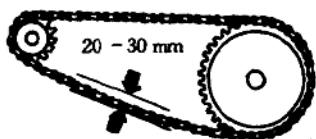

图 1-5 检查链条松紧度
(9) 检查怠速。尽管各种车型都有本身怠速的规定值,但到了用户手里,一般没有条件去测量怠速究竟有多大,只能凭直观感觉和行驶经验。从直觉上看,发动机旋转听起来低沉悦耳,起步时不会熄火,属正常。若怠速太低,虽然听着顺耳,但起步容易熄火;而怠速太高,噪声就大,起步虽然不会熄火,但容易窜出去。如果仪表盘上有发动机转速表,可以直接测出发动机的最低稳定转速。
(10) 检查链条。这里讲的链条是将发动机输出轴输出的动力传给后轮的驱动链条。链条的松紧要恰当,其松紧程度以链条下垂位移量来表示,如图 1-5 所示。